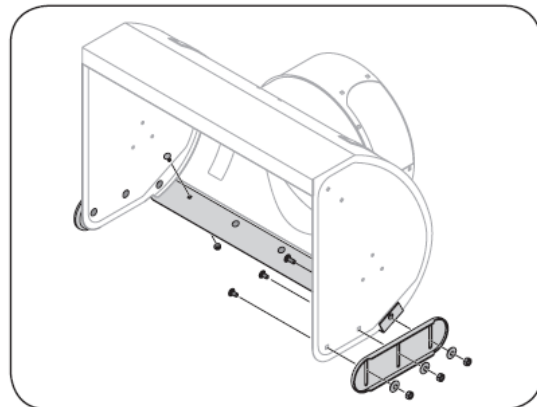

Рис. 24
1. Отверните шесть болтов с выступом и шестигранные гайки, которые фиксируют две лыжи (См. Рис. 24).
1. Отверните и извлеките болты с выступом и шестигранные гайки, фиксирующие нож к нижней части кожуха шнека (См. Рис.24).